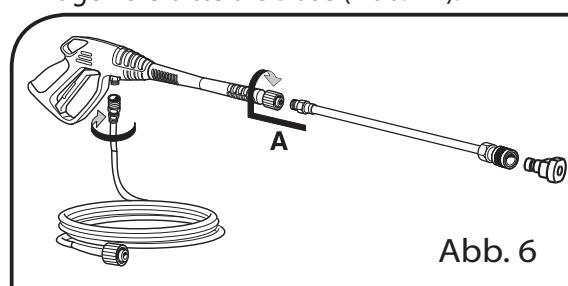

Abb. 6
2. Den Hochdruckschlauch an die Sprühpistole anschliessen. Das Zubehörteil gegen den Widerstand der Feder in das Verlängerungsstück der Pistole einsetzen und bis zur Sperrposition drehen (Abb. 6). Einfügen Sie bitte die Düse (Abb. 2A).